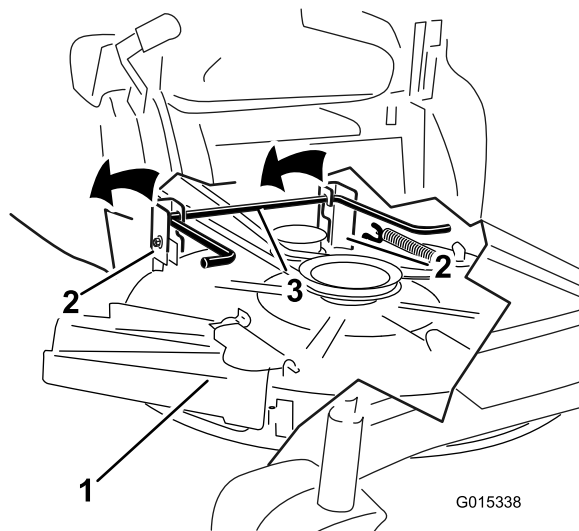

Figure 62
6. Soulevez et enlevez le tablier de coupe et les supports de la tige de levage arrière et abaissez la tondeuse au sol avec précaution (Figure 62).
5. Soulevez l'arrière du tablier de coupe et guidez les supports sur la tige de levage arrière (Figure 62).